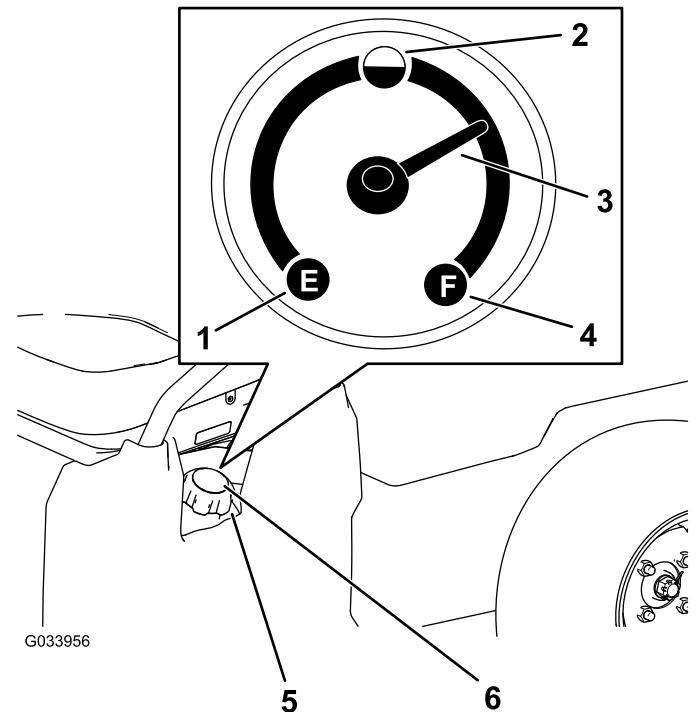

Рисунок 14
4. Очистите поверхность вокруг крышки топливного бака (Рисунок 14).